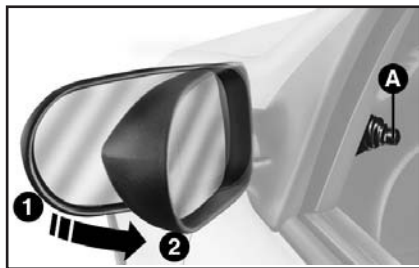

Рис. 16
**Ручная регулировка:** изнутри салона ручкой А (рис. 16).